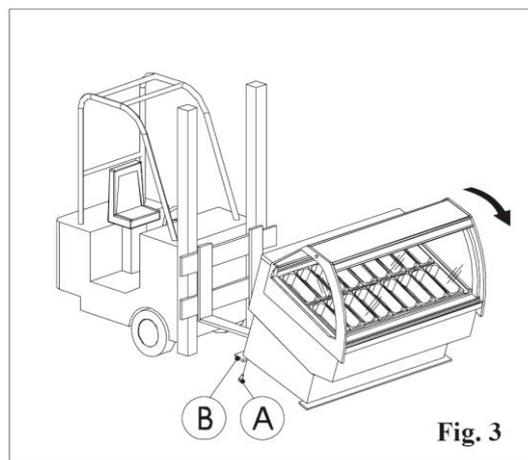

Fig. 3
- Lever la vitrine avec la palette, comme sur la figure 3.
- Desserrer les vis qui fixent les réglettes au socle (fig.3 pos.A) puis retirer le socle (fig.3 pos.B).